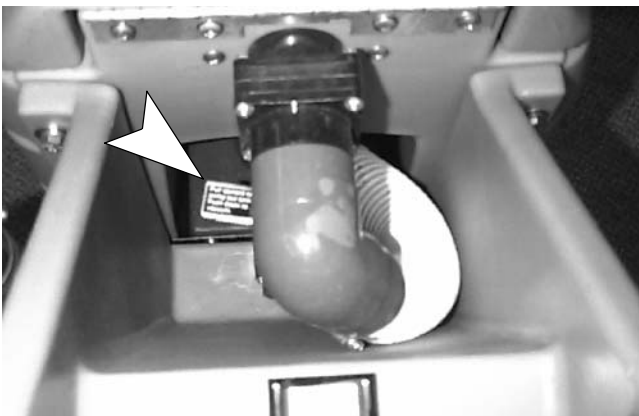

FIG. 18
4. Tirez sur le levier de vidange et activez le commutateur (Figure 18).